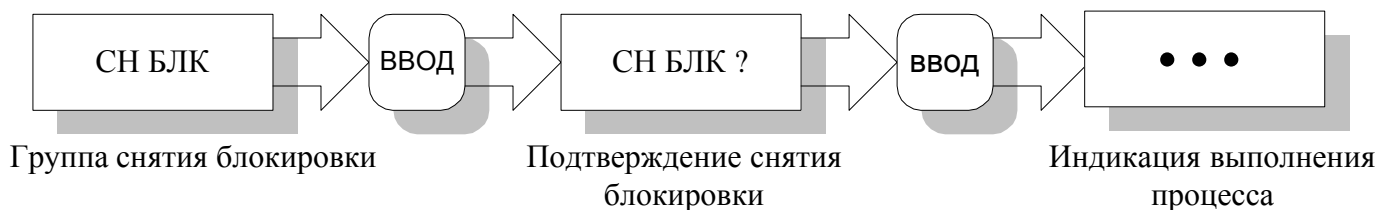

Рис. 5
5.3.2.1. Первый пункт (снятие блокировки) появляется только при блокировке пуска контроллера (рис.5).